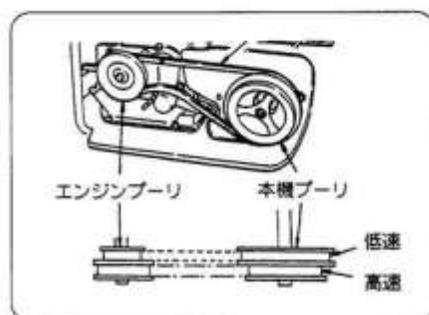

図32
9-2 変速のしかた(図32)
- ※ ベルトを外すときは、本機プーリ側から外してください。(図32・34)
- ※ ベルトを掛けるときは、エンジン側から掛けてください。(図32・34)